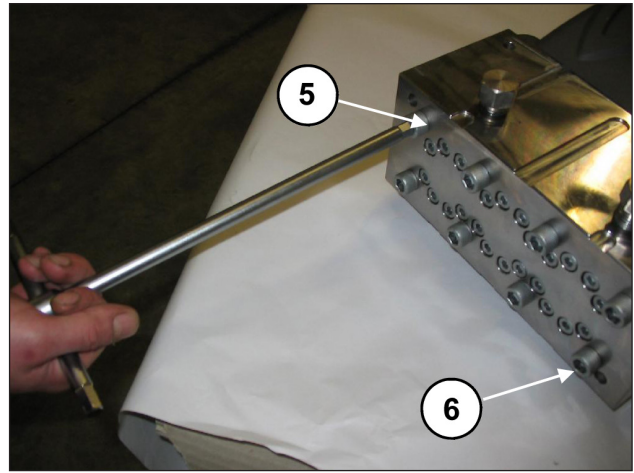
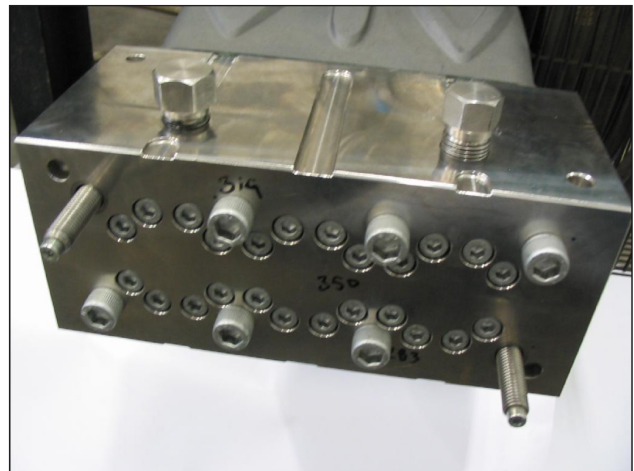

Abb. 35
Abb. 36
- Lösen Sie die Befestigungsschrauben des Kopfs M12x260 Pos. 5 und Pos. 6 wie in Abb. 35 gezeigt und ersetzen Sie diese durch zwei Wartungsschrauben - Stifte (Art.27508200) gemäß Abb. 36, nehmen Sie dann die übrigen Schrauben ab.